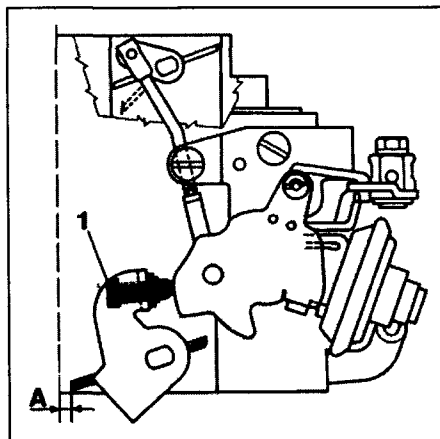

Рис. 4.13 Регулировка пусковых оборотов
- 13 Переверните карбюратор. Переведите воздушную заслонку в полностью закрытое положение. Винт регулировки пусковых оборотов должен упереться в кулачок и принудительно открыть дроссельную заслонку, чтобы получился небольшой зазор (рис. 4.13).